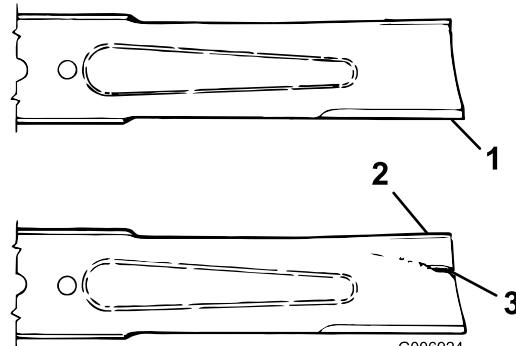

図 67
- ブレードの切っ先を注意深く観察、特に、直線部と曲線部が交わる部分をよく観察する図 67。
- 磨耗が進んでいる場合図 67 には、ブレードを交換する ブレード回転面の管理 (ページ 55)を参照。
ブレードの磨耗を放置すると、ブレードのセール部と平坦部との間に割れ目が発生する図 67。この割れ目が拡大すると、最終的にはブレードがちぎれてハウジングの下から飛び出し、これがオペレータや周囲の人間に重大な人身事故となる。